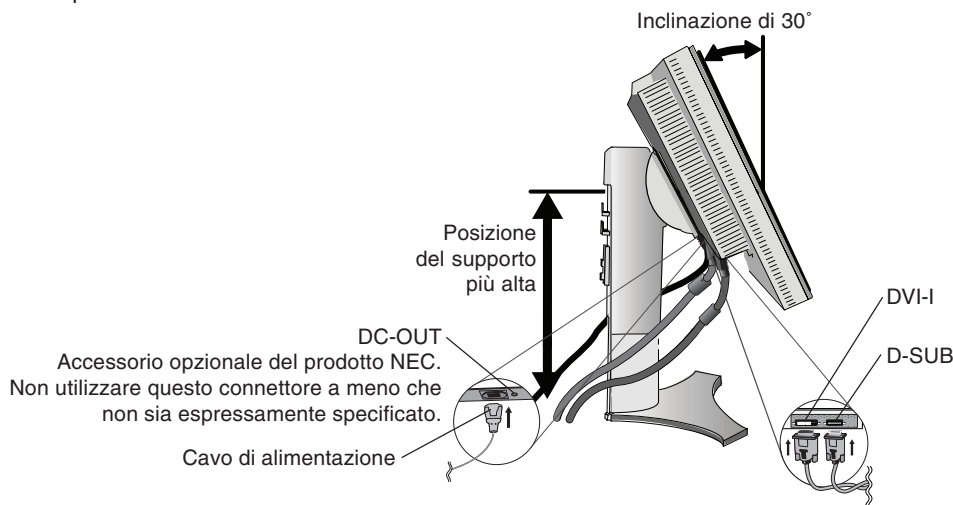

Figura C.1
3. Afferrare con una mano la maniglia nella parte superiore dello schermo e con l'altra mano afferrare la parte inferiore del pannello LCD e inclinarlo di 30 gradi alzandolo verso la posizione più alta (**Figura C.1**).
4. Collegare tutti i cavi ai connettori appropriati (**Figura C.1**).